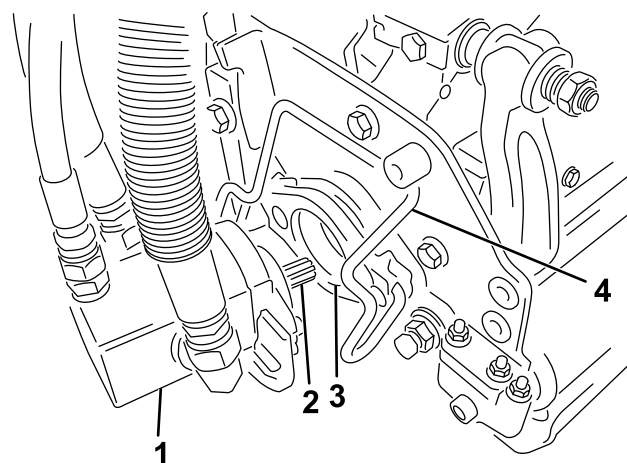

図 47
5. カuttingユニット用モータのスプラインシャフトにきれいなグリスを塗りつける図 47。
6. モータを、カuttingユニットの左側運転席から見てに取り付け、カuttingユニットについているモータ固定バーを、モータの上から被せるようにセットし、モータの左右から「カチッ」というロック音が聞こえるまで押し下げる図 47。